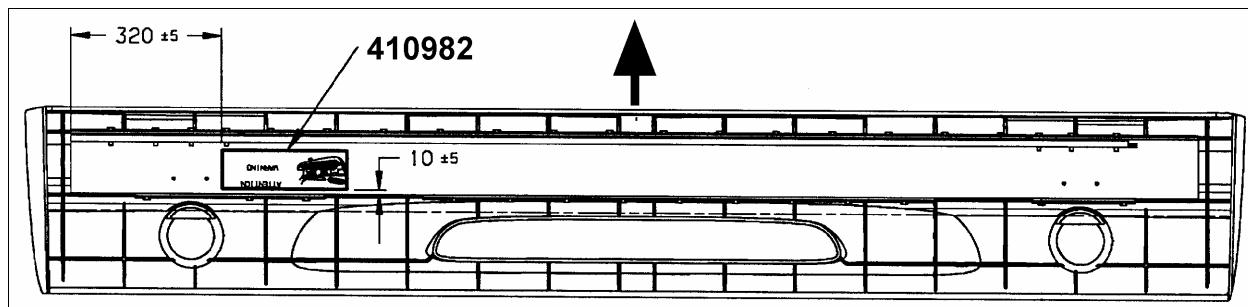

FIGURE 3
8. Dévisser les quatre boulons (506) qui fixent le guide (504).
- Remarque:** S'assurer que le pare-chocs ferme bien, sinon dévisser les deux boulons (509) et ajuster la plaque (510).
10. Installer le boîtier de protection du mécanisme (500).
11. Dans le cas des autocars, il faut ajouter le décalque (410982) à l'intérieur du pare-chocs selon la fig. 3.